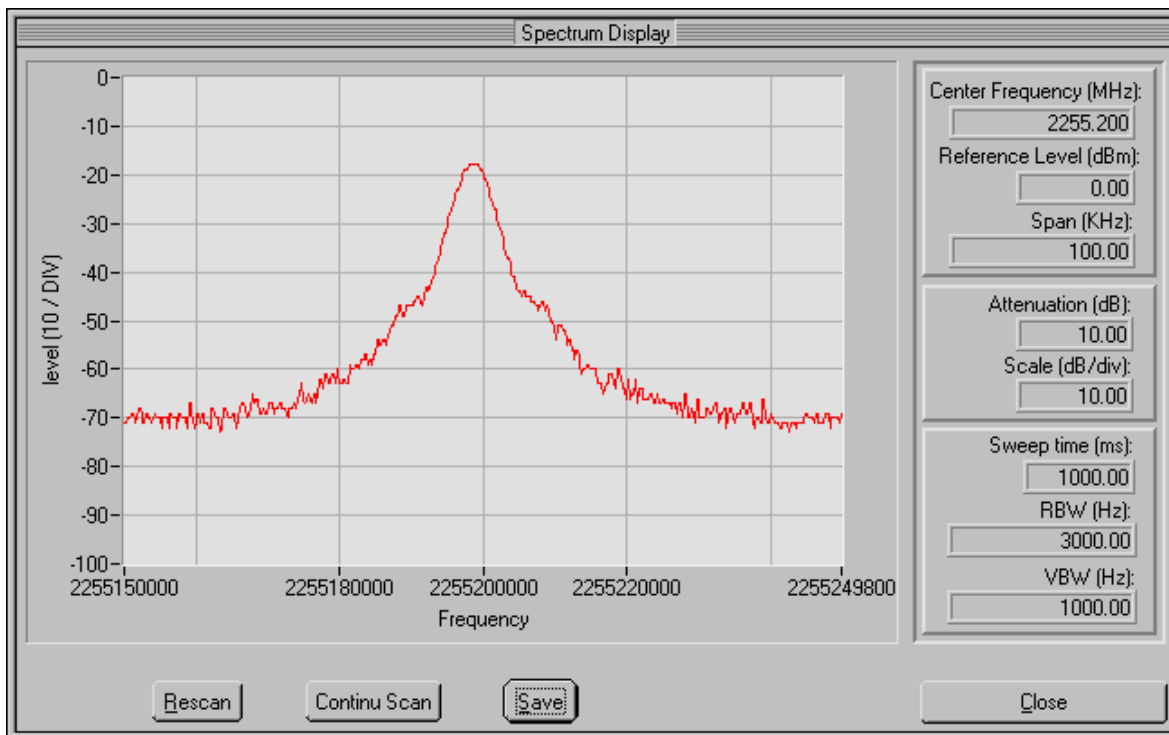

Fig. 51. Espectro da telemetria do transponder EM, portadora pura (CW).
Obtém-se desta forma o espectro na saída do transmissor, considerando a transmissão de uma portadora pura (CW), como mostra a Fig. 51.